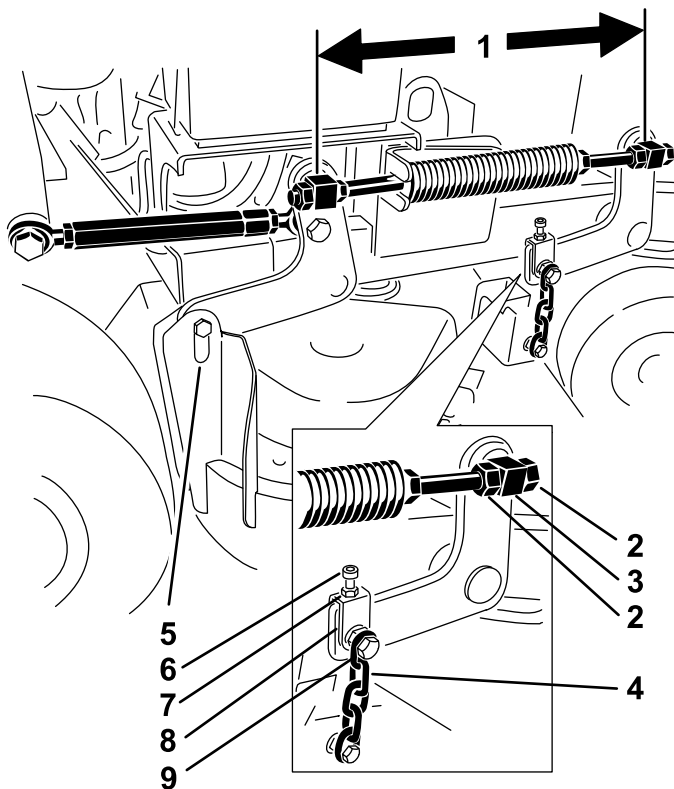

図 78
1. 各ねじ棒において、スイベル間の距離スイベルの中心から中心までの長さを測定する。 図 78
2. **前側の** スイベルのジャムナットをゆるめる 図 78。
4. **前側の** スイベルのジャムナットを締め付ける 図 78。
4. 左側および右側において、前側のスイベルのジャムナットをゆるめる 図 78。
6. 左側および右側において、前側のスイベルのジャムナットを締め付ける 図 78。
4. 左側において、前側のスイベルのジャムナットをゆるめる 図 78。
6. 左側において、前側のスイベルのジャムナットを締め付ける 図 78。
5. 上チェーンボルトをゆるめる 図 78。
6. 各ヨークのジャムナットをゆるめる 図 78。
8. 調整ができればジャムナットと上チェーンボルトを締める 図 78。